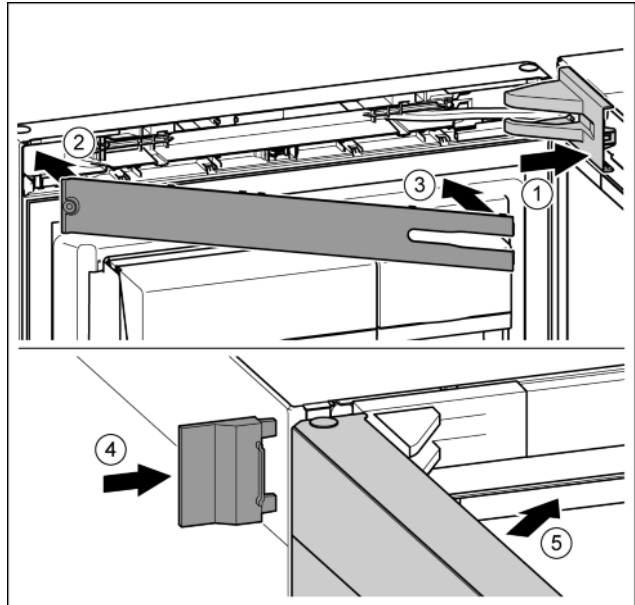

Fig. 50
- ▶ Поставете и фиксирайте капачката на лагерната стойка, при нужда внимателно го натиснете настрани. Fig. 50 (1)
- ▶ Поставете капачката. Fig. 50 (2)
- ▶ Завъртете навътре капачката и я фиксирайте. Fig. 50 (3)
- ▶ Нахлузете външния капак. Fig. 50 (4)
- ▶ Затворете горната врата. Fig. 50 (5)